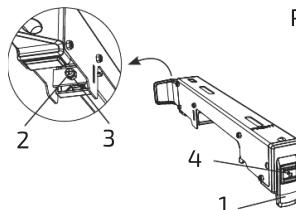

Рис. 14
Если монтажные кронштейны пилы скользят по верхним рельсам или их можно снять с верхнего рельса, когда эксцентриковые защелки кронштейна (1) находятся в закрытом состоянии, это означает, что необходимо затянуть регулировочные винты кронштейна (2). Если монтажные кронштейны пилы не устанавливаются на верхние рельсы, регулировочные винты кронштейнов следует ослабить (рис. 14).
1. Ослабить стопорную гайку (3), используя гаечный ключ на 10 мм (см. рис. 14).
2. Повернуть регулировочный винт (2) при помощи крестовой отвертки. Чтобы затянуть кронштейн, винт следует вращать по часовой стрелке, чтобы ослабить – против часовой стрелки.
- Внимание!** Если эксцентриковую защелку не удается легко перевести в закрытое положение, это означает, что регулировочный винт слишком перетянут. Не следует прилагать чрезмерного усилия при закрытии эксцентриковой защелки. Необходимо ослабить регулировочный винт (2) для ее регулировки.
3. Нажать на кнопку блокировки (4) и поднять эксцентриковую защелку (1) вверх, чтобы передний удерживающий зажим был полностью раскрыт.
6. После завершения регулировки натяжения закрепить стопорную гайку (3).